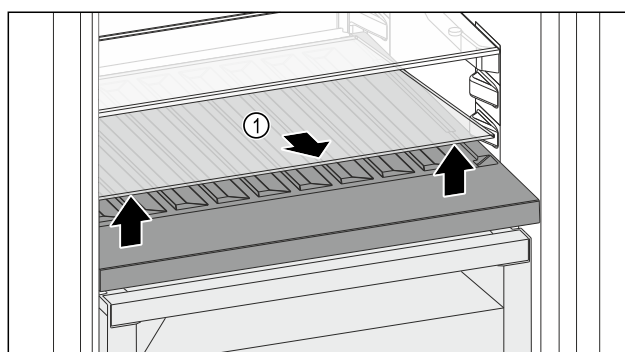

Fig. 97
- Skleněnou desku Fig. 97 (1) zvedněte za vybrání vpředu a vyjměte ji.
- Skleněnou desku Fig. 97 (1) uložte bezpečně mimo spotřebič.